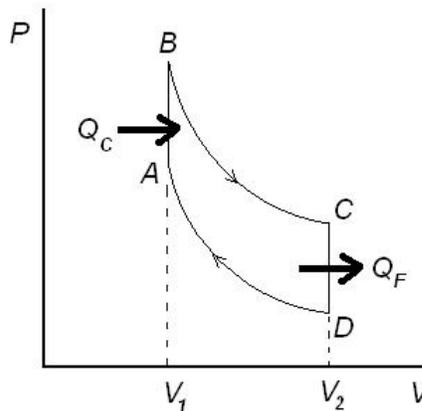

Figura 15.7. Problema 15.16
- 15.16 El motor de un automóvil, opera con el ciclo mostrado en la figura 15.7, llamado ciclo de Otto idealizado. En un cilindro del motor, justo después de la combustión (estado B), el gas está confinado a un volumen de 50 cm³ y su presión es de 3x10⁶ Pa. En el proceso adiabático BC, el émbolo se mueve hacia fuera a un volumen final de 300 cm³ mientras el gas se expande sin perder calor. En el proceso CD el volumen permanece constante y la presión descende, de modo que en D es la mitad que en C. El proceso DA también es adiabático. Si la mezcla aire - gasolina pulverizada se comporta como gas ideal de $c_v=5/2R$ y $\gamma = 1.4$, calcular a) las siguiente razones de presión: P_B/P_A , P_C/P_B , P_D/P_C y P_A/P_D , b) las siguiente razones de temperatura T_B/T_A , T_C/T_B , T_D/T_C y T_A/T_D , c) la eficiencia del ciclo.
- 15.36 Calcular los cambios de entropía del gas para cada etapa del ciclo de la figura 15.7 y para el ciclo completo. Analizar los resultados.